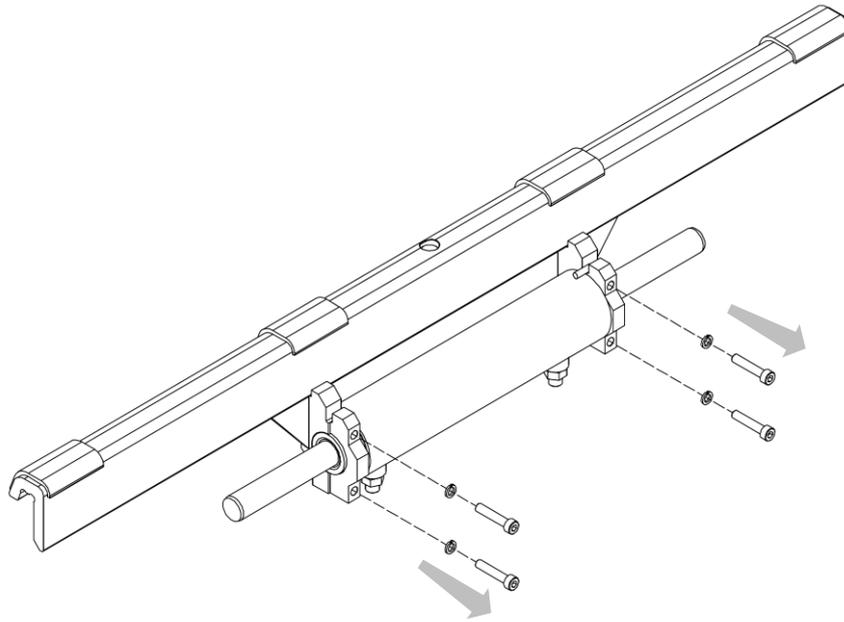

Figura 21
2. Desatornille los cuatro tornillos que aseguran el medio colar delantero (mira *Figura 21*).